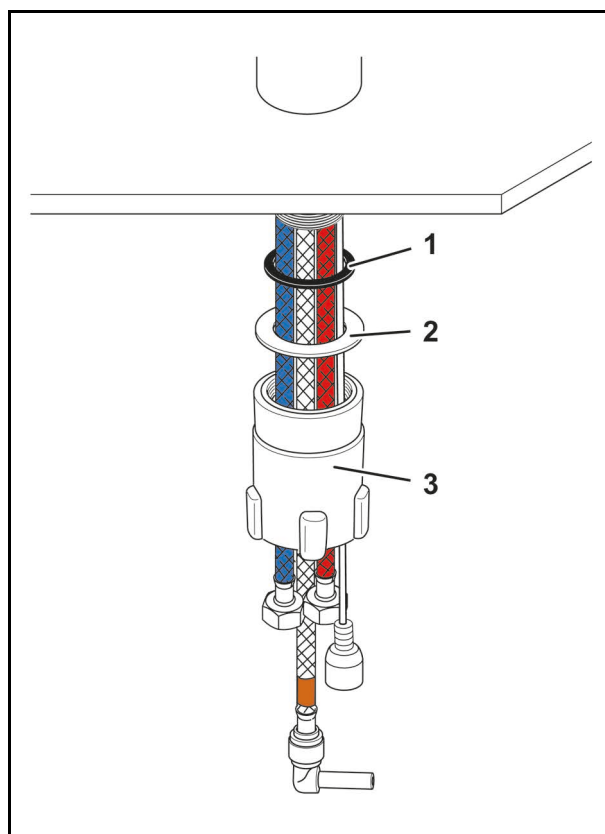

Abb. 22
2. Lösen Sie die Montagehülse (Abb. 22/3) vom Gewinde der Armatur.
3. Entfernen Sie die Montagehülse (Abb. 22/3).
4. Entfernen Sie die Dichtung (Abb. 22/1) und die Unterlegscheibe (Abb. 22/2).